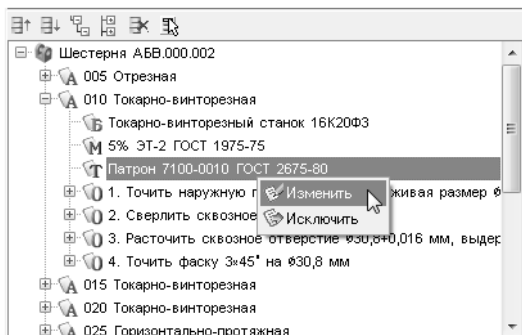

Рис. 13.9.
19. Установите курсор в дереве ЕТП на приспособлении *Патрон 7100-0010 ГОСТ 2675-80* в операции *010 Токарно-винторезная*. Из контекстного меню выберите команду **Изменить** (рис. 13.9).